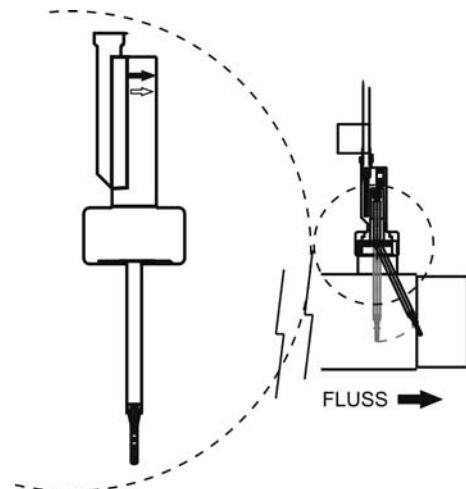

Abb. 11
3. Auf dem Flussdetektorkopf ist ein Pfeil markiert. Darauf achten, dass der Pfeil parallel zur Rohrachse steht und in Wasserflussrichtung zeigt (Abb. 11).